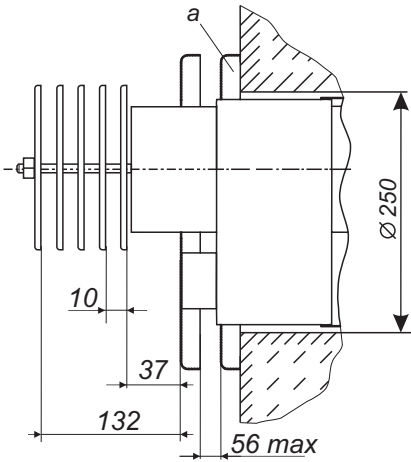
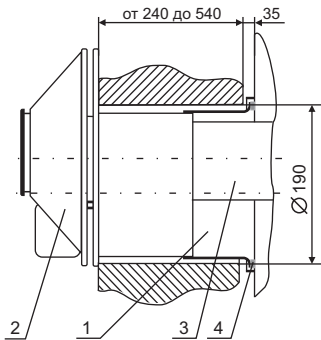

Рис. 3. Встановлення дисків димоповітряного блоку для апаратів потужністю 7-15 кВт
Рис. 5. Димоповітряний блок апарата потужністю 5 кВт
1 - димоотвіряний блок; 2 - газохід зовнішній (на апаратах потужністю 7...15 кВт встановлюється набір дисків, рис. 3, для апаратів потужністю 5 кВт - рис. 5); 3 - стаканчик для балонів термодатчика та терморегулятора; 4 - вихід води в систему опалення; 5 - вихід води на господарські потреби (для деконтурних апаратів); 6 - вихід води з системи опалення; 7 - оглядове вікно; 8 - запальний палик; 9 - декоративне облицювання; 10 - основний палик; 11 - термодатчик; 12 - автоматика безпеки з газовим клапаном "Б30 EUROST"; 13 - запальник; 14 - вхід води з водопроводу; 15 - датчик перегріву; 16 - гнучкий металевий шланг для газу (відповідає вимогам ДБН В.2.5-20:2001 «Газопостачання»).
6.3.1. В зовнішній стіні будинку, згідно з рис. 2, пробити горизонтальний канал діаметром 190 мм для апаратів потужністю 5 кВт, 250 мм для апаратів потужністю 7-15 кВт (рис. 3; 5). При цьому необхідно враховувати, що для забезпечення установки та зняття апарата, а також для зняття та установки газопальникового пристрою перед фронтом апарата на відстані **не менше 1 м від стіни** не повинно бути ніяких будівельних елементів або стаціонарно встановленого обладнання.
6.3.3. Для апарата потужністю 5 кВт. Встановити газохід зовнішній (п. 2, рис. 5) горизонтально в каналі до упору з зовнішньою стіною, сполучивши його з повітроходом (п. 1, рис. 5), і зафіксувати дерев'яними клинами. **Розриви в з'єднаннях не допускаються!**
Для апаратів потужністю 7-15 кВт на виступаючий газохід зовнішній установити набір дисків. Закріпити диск "а" до зовнішньої стіни і відрегулювати їх (рис. 3).
6.3.7. Встановити патрубок димоходу (п. 8, рис. 2 або п. 4, рис. 5, залежно від моделі апарата) на його газохід і зафіксувати його.